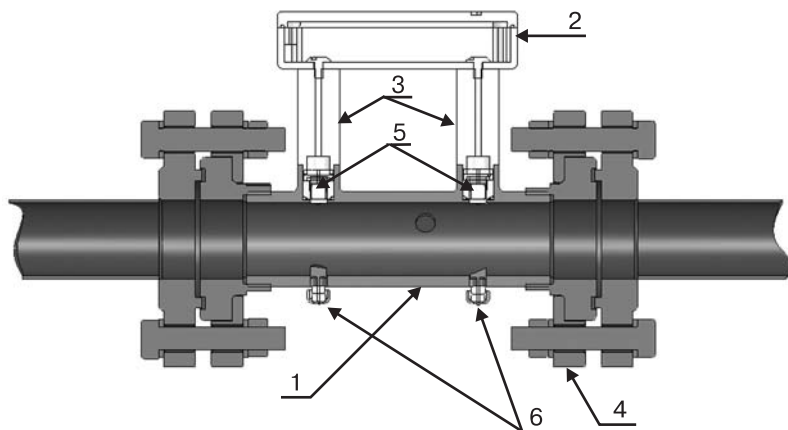

Рисунок 1.4 – Конструкция расходомера КАРАТ-РС-50
1.3.1.1 Конструкция расходомера описана на примере КАРАТ-РС-50. Расходомер-счетчик КАРАТ-РС (рисунок 1.4) состоит из проточной части (1) и электронного блока (2). Проточная часть представляет собой полый цилиндр специальной конструкции, в поперечном сечении которого установлены пьезодатчики (5), являющиеся одновременно как излучателями ультразвуковых волн, так и их приемниками, и систему зеркал (6), направляющих ультразвуковую волну под некоторым углом к направлению движения среды.